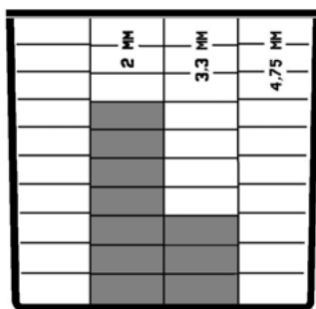

Figura 6.7 – Ej. Lectura granulométrica
- Coloque el contador en su posición normal y lea los resultados en los diferentes compartimentos (*Figura 6.7*);
- Los resultados obtenidos (*figura 6.7*) muestran un tamaño de grano de **0-70-30-0**;